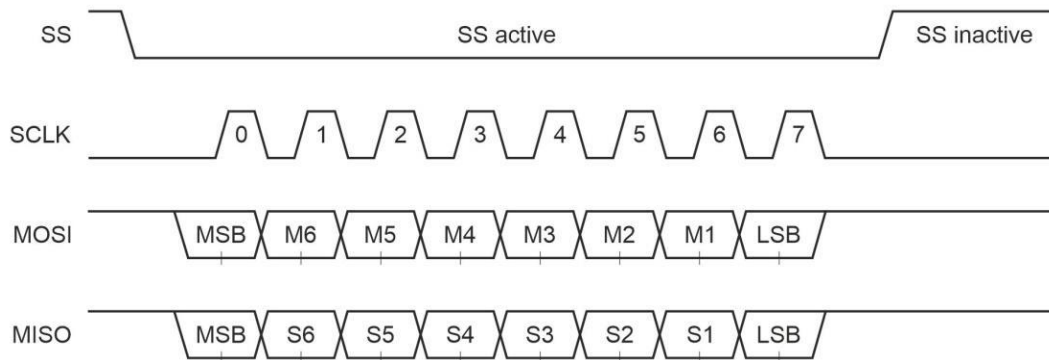

图 7：SPI 协议与 AMS 5935 的 SPI 设置（CPOL = 0, CPHA = 0, SS\_pol = 0）
- 8) 压力连接端口 1 处的介质兼容性: (端口 1 处的描述见图 7 和图 8) 干净的、干燥的气体, 对硅材料、室温硫化硅橡胶 (RTV-Silicone)、黄金材料无腐蚀性 (碱性或酸性液体将会导致传感器的损坏)。对于带金属管的压力传感器, 还必须考虑镀镍钢管及其环氧树脂粘合剂的介质兼容性。
- 9) 压力连接端口 2 处的介质兼容性: (端口 2 处的描述见图 7 和图 8) 对硅材料、派热克斯玻璃 (Pyrex)、室温硫化硅橡胶 (RTV-Silicone) 等无腐蚀性 (碱性或酸性液体将会导致传感器的损坏)。对于带金属管的压力传感器, 还必须考虑镀镍钢管及其环氧树脂粘合剂的介质兼容性。
AMS 5935的SPI通信遵循图7所示的通信协议，具有以下几个通信阶段：